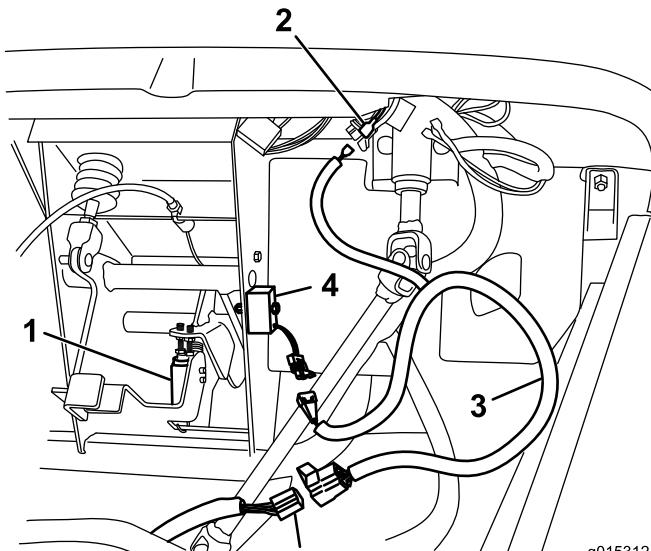

Figura 1
1. Sujete el módulo de arranque eléctrico al bastidor del conjunto del pedal con un perno (1/4 x 1-3/8 pulgadas) y una tuerca con arandela prensada (1/4 pulgada), según se muestra en Figura 1.
2. Desconecte el conector de arnés de cables existente del interruptor del pedal (Figura 1).
3. Localice el arnés delantero del arranque eléctrico (Figura 1) entre las piezas sueltas.
4. Conecte el arnés delantero del arranque eléctrico al módulo de arranque eléctrico con el conector correspondiente, y conecte el otro extremo al conector del arnés existente (Figura 1).
5. Localice entre el cableado existente el cable etiquetado Key Start (arranque eléctrico). Conecte el cable del arranque eléctrico del arnés de cables delantero del arranque eléctrico al cable etiquetado del vehículo (Figura 1).